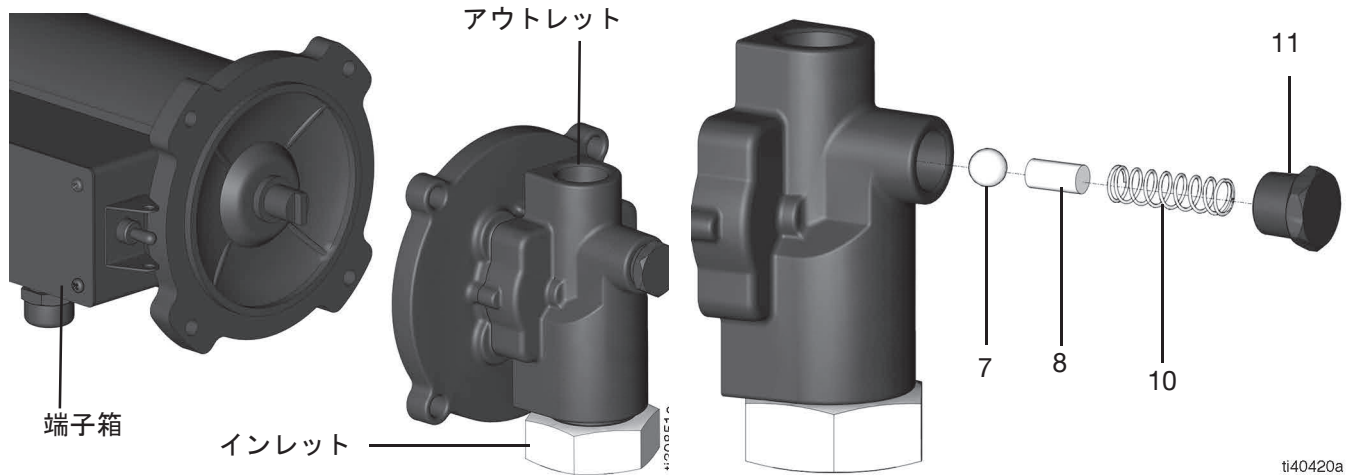

図 15
6. モーター端子箱は、ポンプアウトレットとインレットの間に位置している必要があります (図 15 を参照)。